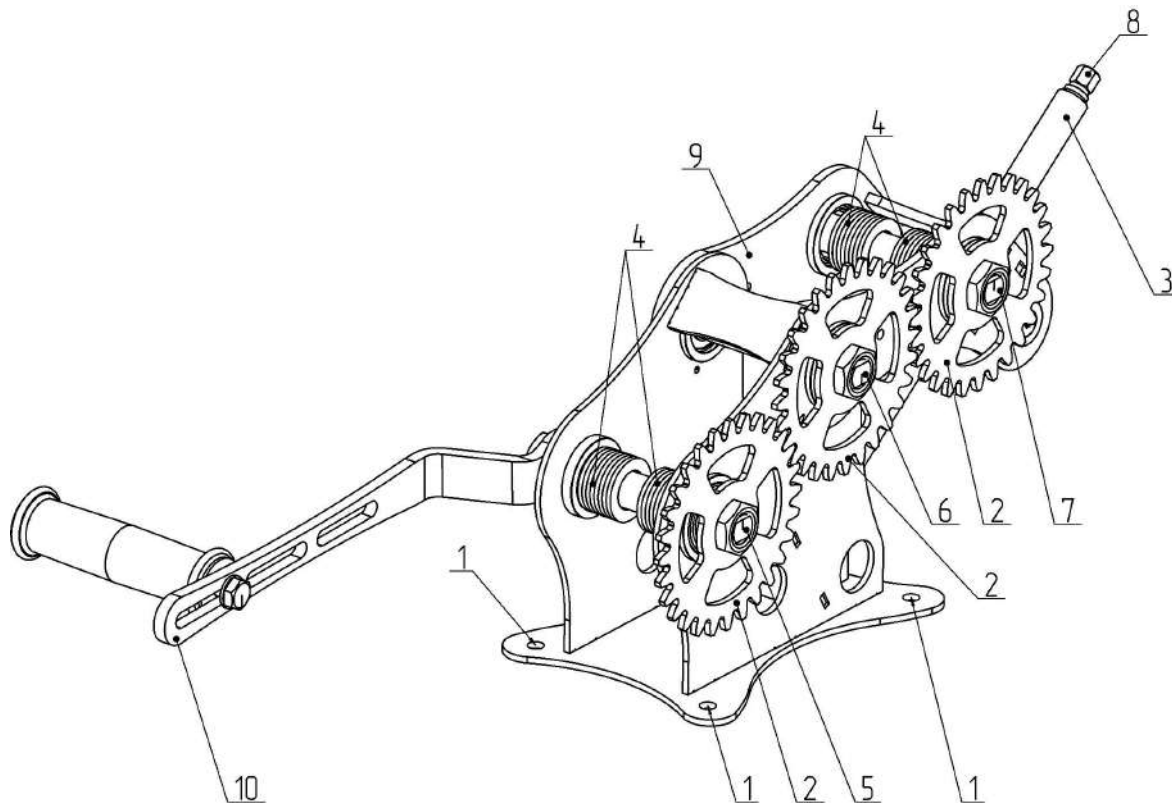

Рисунок 10 — Общая схема трубогиба.
Установите трубогиб на плоскую поверхность и зафиксируйте его болтами М6-М8 либо шурупами (саморезами) через отверстие (1) (см. Рисунок 10).
1. Перед первым использованием смажьте пластичной смазкой шестерни (2), резьбу винта (3).
2. Подберите величину зазора между шайбами (4) на опорных валках (5, 7) для надёжной фиксации профиля при прокате. Для этого добавьте или уберите нужное количество шайб (4).
3. Установите заготовку между опорными (5, 7) и прижимным (6) валками.
4. Вращая винт (3) за наконечник (8), поднимите поворотную раму (9) до касания опорных валков центрального вала (6) заготовки.
5. Произведите необходимое количество оборотов, вращая винт (3) за наконечник (8) и придавая заготовке небольшой изгиб.
6. Вращая рукоятку (10), прокатите заготовку на нужное расстояние.